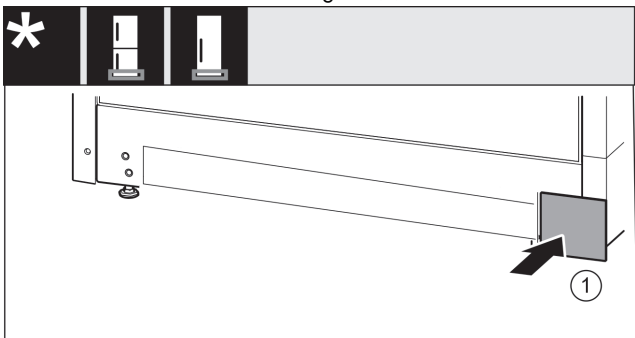

Fig. 37
- ▶ Uzlieciet atpakaļ pārsegu otrajā pusē. Fig. 37 (1)